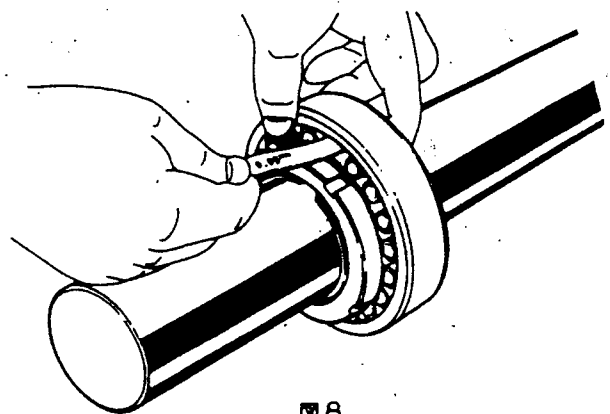
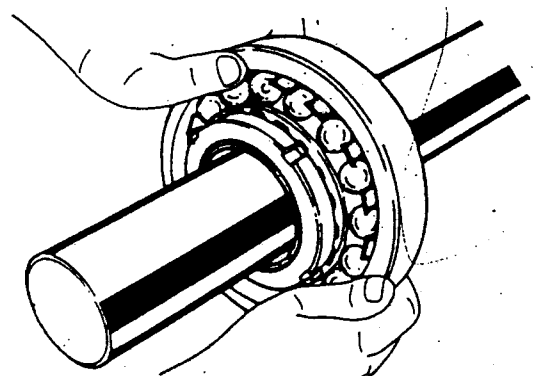

図8
図9
(3) 軸に装着したアダプタスリーブに軸受をできるだけ固くはめ込み、軸受の内輪をアダプタスリーブのテーパに密着させる。
(4) スリーブが軸に落着くまでナットで仮締めする。
(5) 軸受の本締めは自動調心玉軸受の場合、ラジアルすきまがはめあい前の値の約半に、自動調心ころ軸受の場合、表2に示すすきま減少量となるように適時すきまゲージでラジアルすきまを測定しながらナットで締め込む(図8参照)。特に自動調心玉軸受の場合は軽く円滑に手回しができるかを確認する(図9参照)。